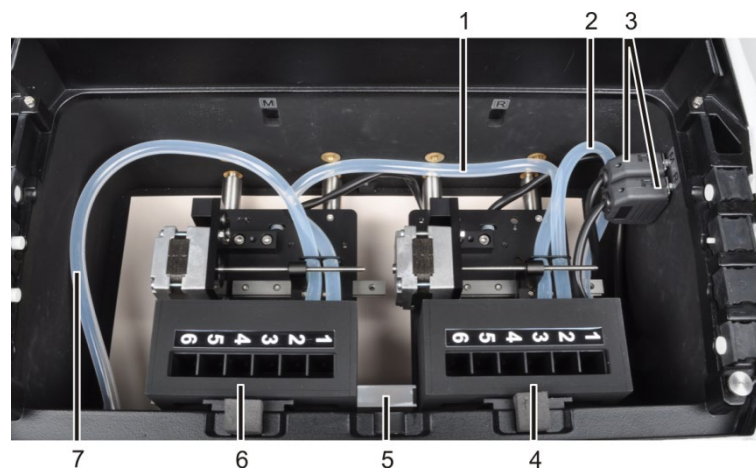

Abb. 34 Zwei 6fach-Küvettenwechsler im SPECORD PLUS
- Beide Küvettenwechsler mithilfe der mitgelieferten Führungsschiene (5 in Abb. 34) zueinander ausrichten, sodass sie den gleichen Abstand zur vorderen Probenraumwand haben. Wenn nötig, die Einstellung der Anschlagsschrauben korrigieren (7 in Abb. 31 S. 36).